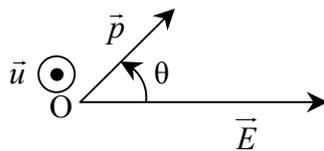

Figure 3
- 5.3 L'énergie potentielle du dipôle dans le champ \vec{E} a pour expression $E_p = -\vec{p} \cdot \vec{E}$. On note θ l'angle entre \vec{E} et \vec{p} , orienté selon le schéma suivant (figure 3) :
- 5.5 Le moment cinétique du dipôle en O s'écrit $J \frac{d\theta}{dt} \vec{u}$ où \vec{u} est un vecteur unitaire sur l'axe passant par O et orthogonal au plan défini par \vec{p} et \vec{E} et orienté selon la figure 3. La grandeur J est une constante positive du système, appelée moment d'inertie. Initialement, le dipôle est écarté de sa position d'équilibre stable. Établir l'équation différentielle vérifiée par l'angle θ .